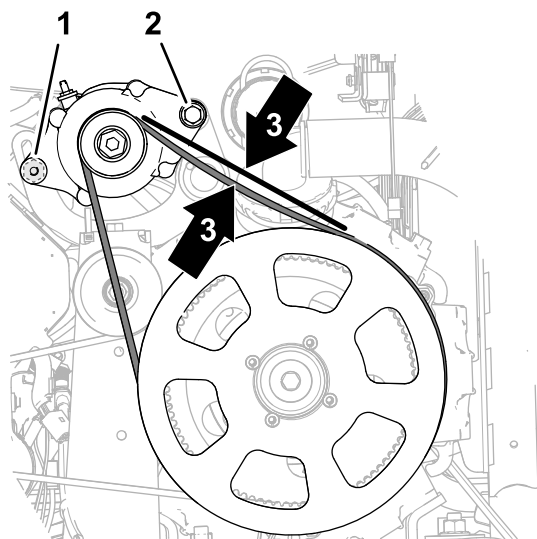

Рисунок 224
- Поворачивайте генератор (Рисунок 224) вверх для увеличения натяжения ремня до тех пор, пока отклонение ремня не составит 9,5 мм при воздействии усилия 4,5 кг посередине между шкивом генератора и ведущим шкивом 279 мм.